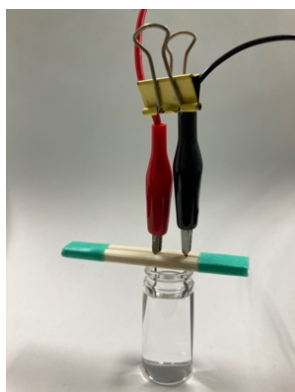
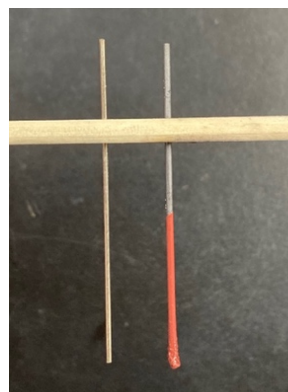

Fig.1 Electrolytic Cell
Fig.2 After Electrolytic Refining
電解セルに 10 mL スクリュー管, 電解溶液に 3 mol L⁻¹ 希硫酸, アノードとして銀ろう, カソードとしてシャープペンシルの替え芯を用いて, 複数の金属のイオン化傾向を示すことができる電解精錬の実験教材を開発した (Fig.1)。本教材は, 目視による色調の観察からイオンの挙動を考察できることが特徴で, 電流密度 20 mA / mm² の条件で 30 分間電解を行うと, 溶液中に青色の銅イオン (II) が溶け出して, カソードに赤褐色の銅が析出する様子をはっきりと観察することができた (Fig.2)¹⁾。